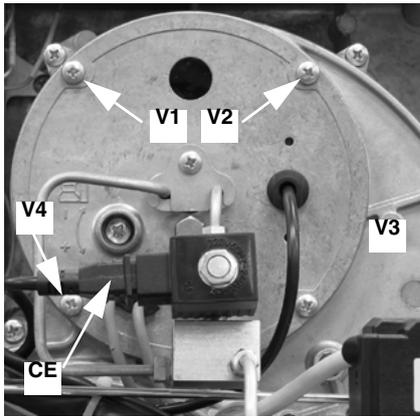

Fig. 41
- Rimuovere le 4 viti **V1 - V4** indicate in Fig. 41.
- Rimuovere il connettore **CE** dell'elettrovalvola **EV2** (Fig. 41).